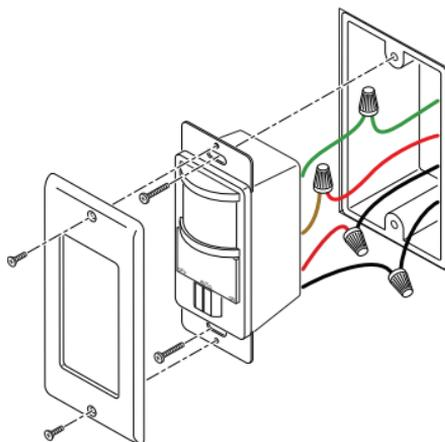

Figura 4 - Montaje del interruptor de movimiento tridireccional
5. Monte el detector en la caja de empalmes con los dos tornillos de montaje provistos (vea la Figura 4).
1. Recolecte la tapa del panel de control e instale la placa ornamental de pared (Vea la Figura 4). En las instalaciones donde se combine el interruptor detector de movimiento con otros interruptores o enchufes en una caja extendida, se necesitará comprar una placa combinadora de pared. Varias placas combinadoras de pared se pueden encontrar en los centros comerciales para el hogar y, en las tiendas de aparatos eléctricos.